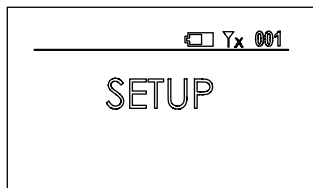

Fig. 3
1. Desde la pantalla de conexión (Fig. 2) presione el botón de encendido hasta que la pistola muestre "setup" (Fig. 3) en pantalla.